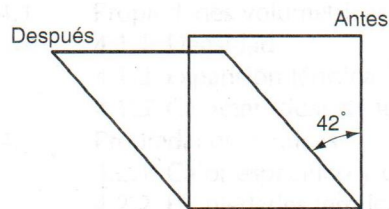

FIGURA P3.25
- 3.25 Una pieza de metal se deforma al corte a un ángulo de 42° como se muestra en la figura P3.25. Determine la deformación por cortante para esta situación.